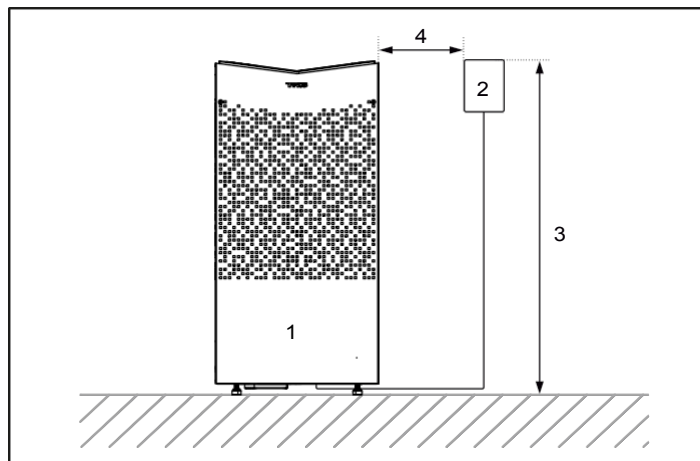
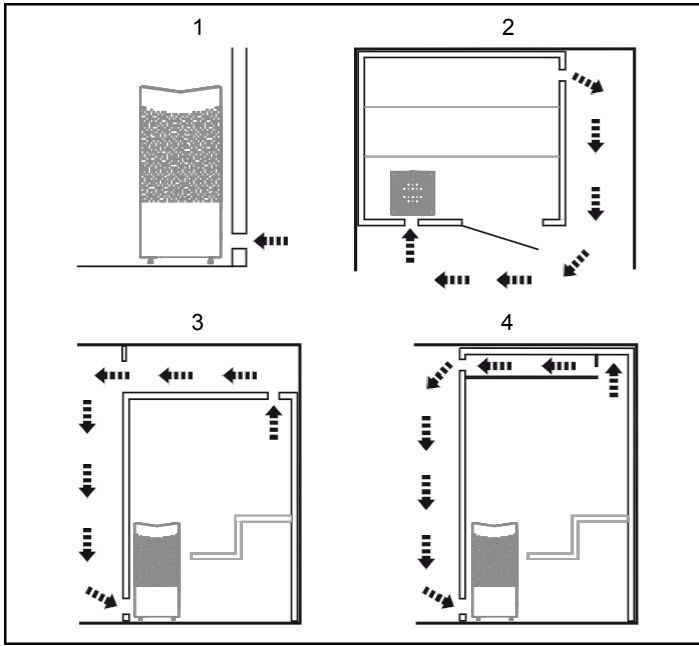

Figura 5: Distanza di sicurezza / altezza di installazione, pannello di controllo
Figura 6: Posizionamento delle prese d'aria e delle bocchette di scarico
- La ventilazione della sauna deve essere conforme alle istruzioni contenute nel presente manuale (vedere la sezione "Posizionamento della presa d'aria", Figura 6, e la sezione "Posizionamento dello scarico dell'aria", Figura 6).
- Pianificare il posizionamento del pannello di controllo (vedere le istruzioni allegate relative al pannello di controllo per i posizionamenti consentiti). Vedere anche la sezione "Pannello di controllo", Figura 5.
- Posizionare la presa d'aria (vedere la sezione "Posizionamento della presa d'aria", Figura 6).
- Posizionare la presa d'aria di scarico (vedere la sezione "Posizionamento della presa d'aria di scarico", Figura 6).
Ove possibile, si raccomanda di posizionare il pannello di controllo all'esterno della cabina della sauna, in quanto le temperature ambientali sono più basse. Il pannello di controllo può essere collocato all'interno di una cabina sauna Tylö o di una cabina sauna autocostruita dotata di una ventilazione adeguata che funzioni secondo i principi di ventilazione raccomandati da Tylö (ventilazione naturale). Leggere le sezioni intitolate "Posizionamento della presa d'aria" e "Posizionamento della bocchetta di scarico" nelle presenti istruzioni, figura 6. Il pannello di controllo deve essere sempre collocato all'esterno della cabina della sauna se questi requisiti non sono soddisfatti. Se si installa il pannello di controllo all'interno della cabina della sauna, è necessario posizionarlo rispettando le distanze di sicurezza e l'altezza di installazione, come illustrato nella Figura 5.
- alla massima distanza possibile dalla presa d'aria, ad esempio in diagonale (vedi Figura 6).
- in alto sulla parete o nel soffitto (vedi Figura 6).